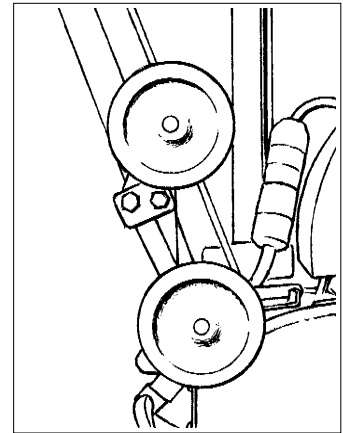

Figure 5
4. Pour ranger le charriot (diable) en position verticale, placez le charriot (diable) contre la partie supérieure du cadre principal aussi loin que possible et refermez les leviers à blocage rapide pour bien le fixer en place. (Voir figure 5)